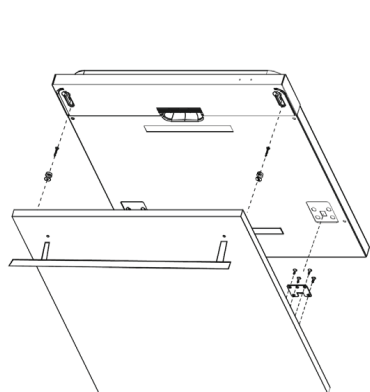
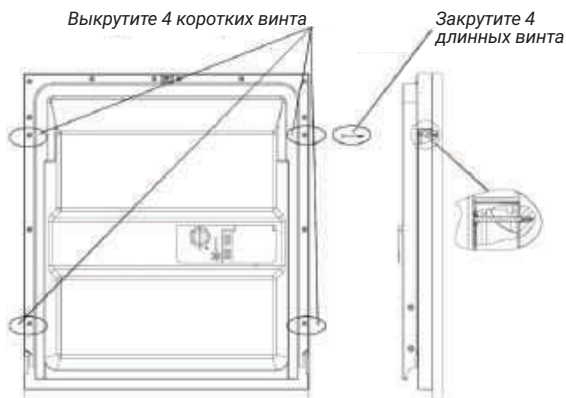

Рис. 4. Установка внешней панели
Рис. 5. Установка внешней панели
2. Установите крюк на внешней панели и вставьте его в отверстие на дверце посудомоечной машины (рис. 4). Установив панель, закрепите ее на дверце машины при помощи гаек и болтов (рис. 5).